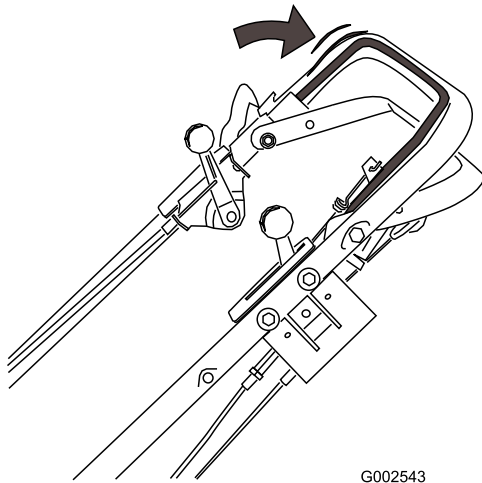

Bild 15
2. Drücken Sie den Schaltbügel gegen den Griff und halten Sie ihn gegen den Griff gedrückt (Bild 15).